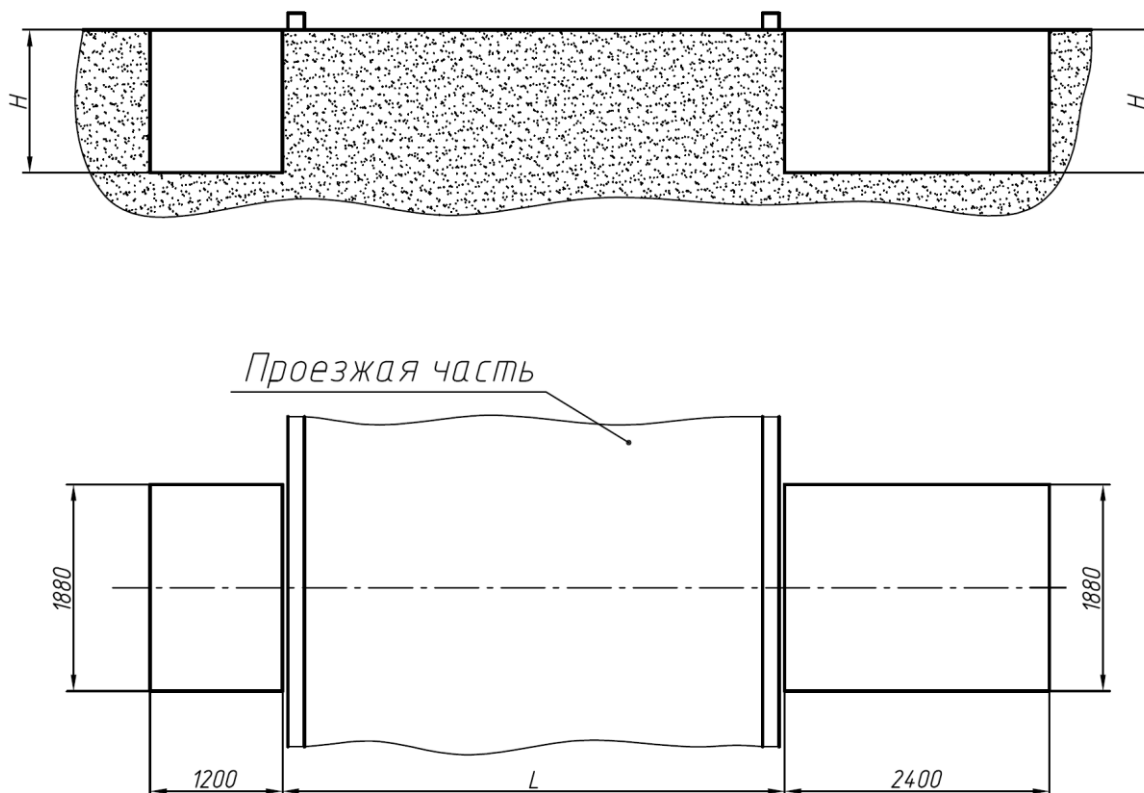

Рисунок 1
1.1.1 Произвести разметку в месте установки шлагбаума (рис.1). Размер L приведен в таблице №1.